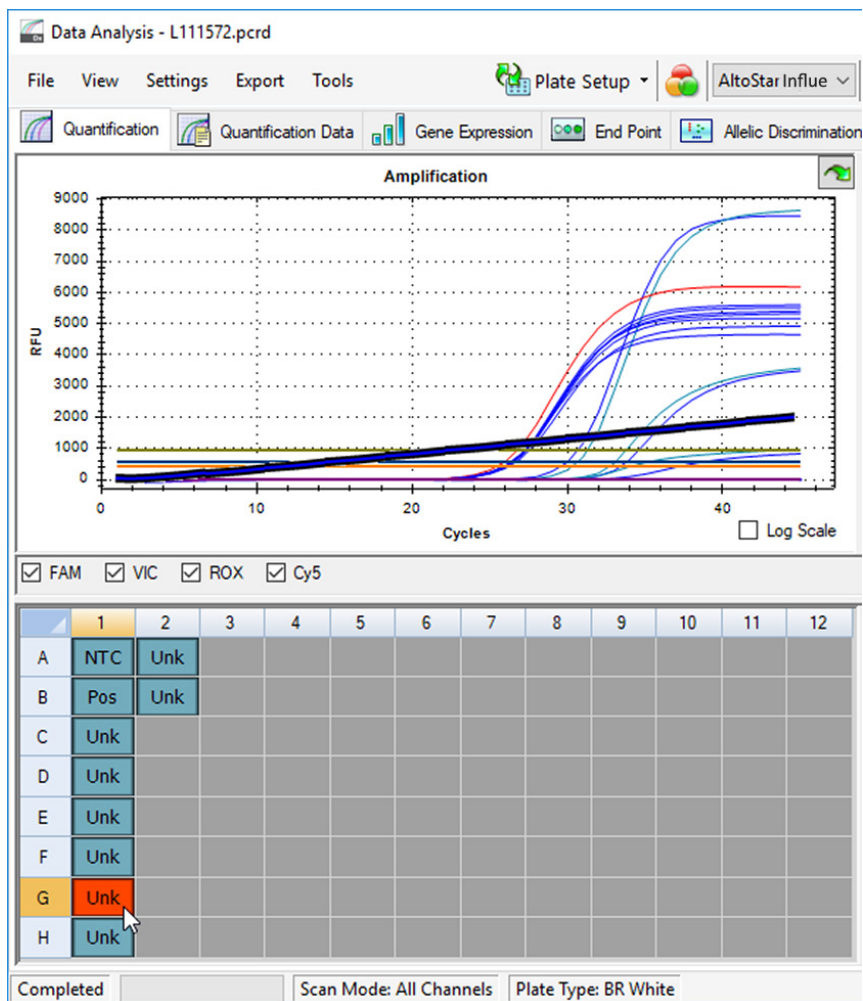

Figura 6: Ventana Data Analysis (análisis de datos): señal de PCR irregular
2. Identifique pocillos con señales de PCR irregulares (aumento de señal lineal, picos de señal, etc.) en cualquiera de los canales de detección FAM™ (virus de la gripe A objetivo), VIC™ (IC), Cy5 (virus de la gripe B objetivo) o ROX™ [virus de la gripe A (H1N1)pdm09 objetivo] (consulte la figura 6).